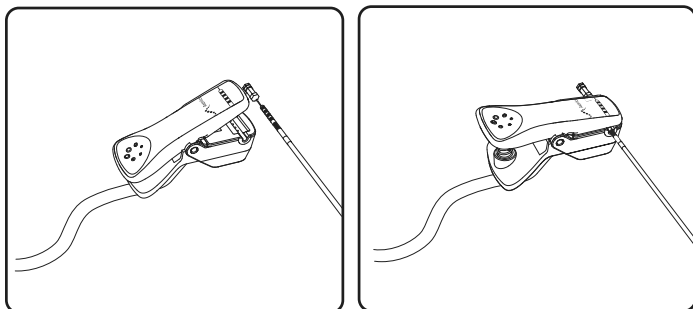

Figura 15. Collegamento del cavetto per la stimolazione all'elettrocattero
10. Collegare il cavetto dell'elettrocattero per la stimolazione di prova all'elettrocattero stesso (**Figura 15**). Servendosi del CP, assicurarsi che tutti i collegamenti elettrici siano effettuati con tutti e 4 i contatti